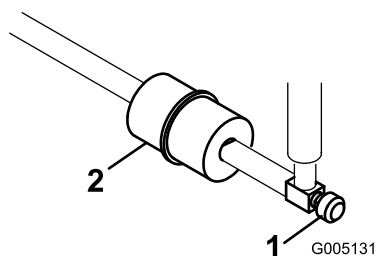

Figure 36
Le filtre à carburant en ligne se trouve dans la conduite d'alimentation, entre le réservoir de carburant et le carburateur (Figure 36).
1. Fermez le robinet d'arrivée de carburant (Figure 36).
2. Placez un bac de vidange sous le filtre, desserrez le collier sur le côté carburateur du filtre, et débranchez la conduite de carburant du filtre (Figure 36).
3. Desserrez l'autre collier et déposez le filtre (Figure 36).